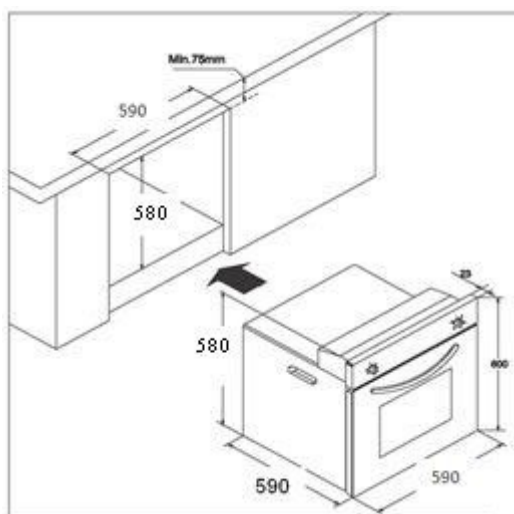

Рис. 2
**4.2.1.** Данная духовка предназначена для встраивания в кухонный гарнитур. Она может быть установлена как под столешницей, так и в шкафчике выше, на уровне глаз. Прорежьте отверстие в кухонном гарнитуре, как показано на Рис.2. Убедитесь, что опоры под духовкой достаточно сильные, чтобы выдержать ее вес.